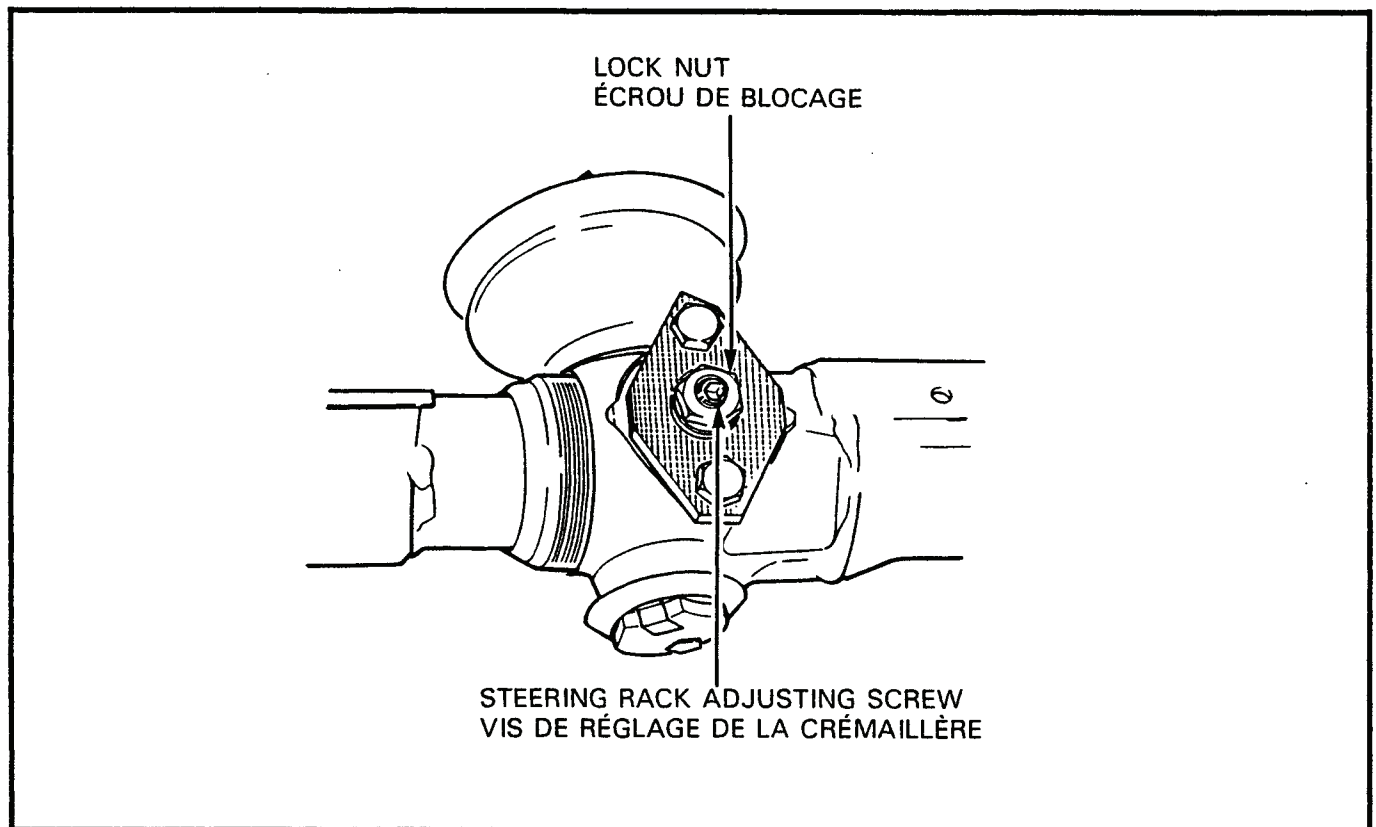

Figure 4-3-1 Steering Rack Adjusting Screw and Lock Nut
- c. Loosen the lock nut on the steering rack adjusting screw, see Figure 4-3-1.
- c. Desserrer l'écrou de blocage de la vis de réglage de la crémaillère. Voir figure 4-3-1.